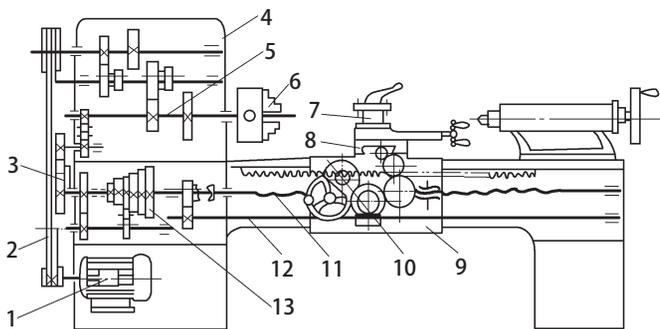

图 1-2 车床传动系统
- (1) 请指出图 1-2 所示车床传动系统图中各部分的名称。